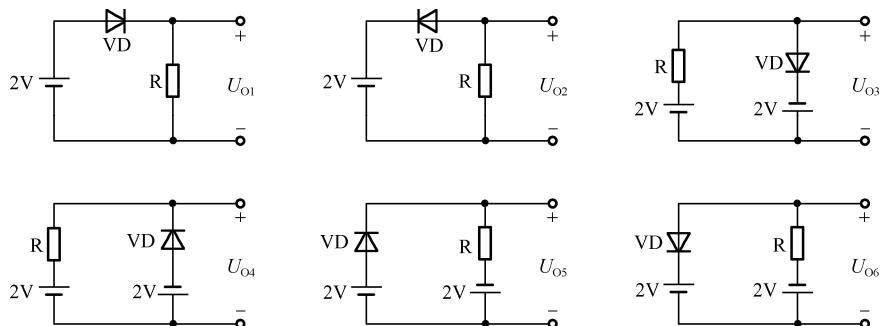

图1-28 计算题第1题
1. 如图1-28所示，请分析各电路二极管的工作状态，并写出输出电压值，设二极管导通电压  $U_D = 0.7V$ 。